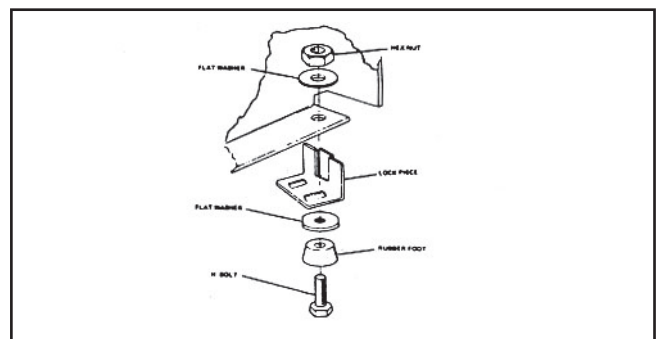
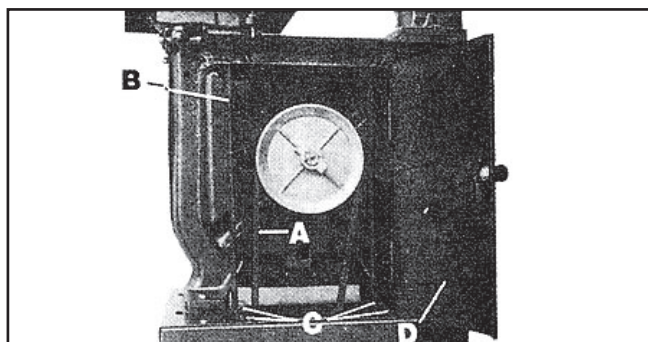

Figura 6
Figura 12
Guiándose por la Figura 6, monte las 4 patas de goma en las 4 esquinas de las patas de la base para aumentar la estabilidad de la máquina.
Coloque la cinta y la guarda de la polea (B) Figura 12, en la repisa superior de la abertura de la cinta. Use los 4 tornillos de cabeza redonda (C). Para apretarlos en su lugar. Coloque la puerta (D) en las bisagras Figura 6.